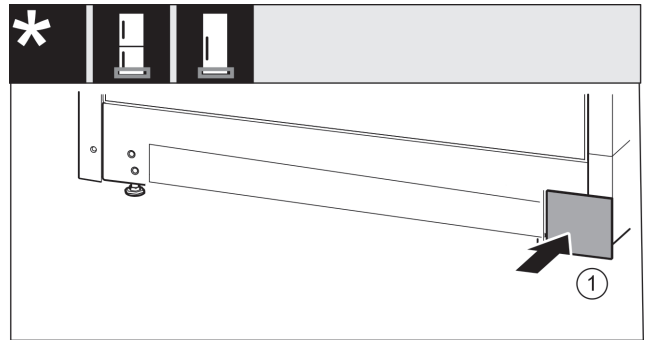

Fig. 17
- ▶ Vėl uždėkite dengiamąją plokštelę Fig. 17 (1) kitoje pusėje.